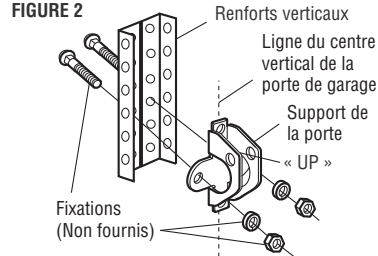

FIGURE 3
- Percer des trous de fixation de 3/16 de po. Fixer le support de porte à l'aide des vis autotaraudeuses. (Figure 3)